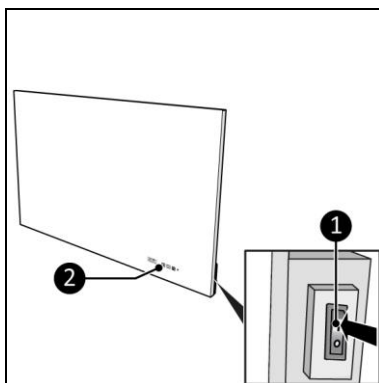

Figure 11
1. Mettez le commutateur ON/OFF sur la position ON (figure 11, pos. 1).
2. Le panneau de commande et l'écran (figure 11, pos. 2) s'allument.